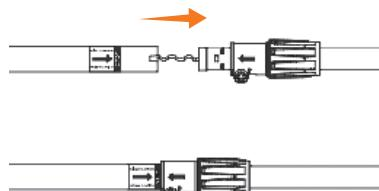

Рис. 2
- Установите верхний вал ① в телескопический вал ② (Рис. 2).